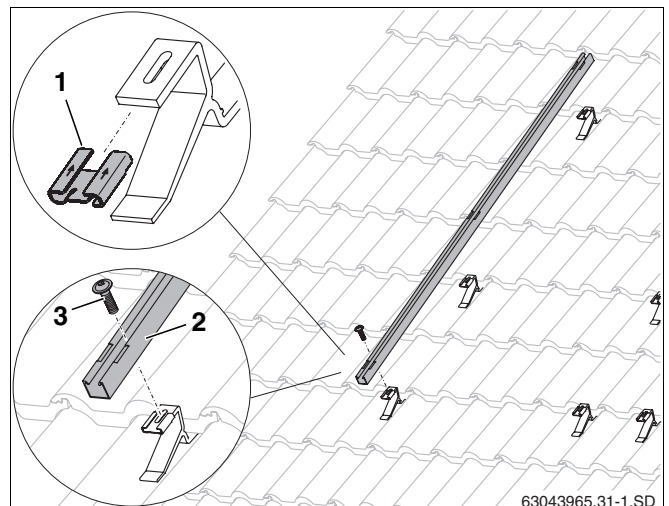

Fig. 29 Fixação do perfil para carga de neve
- ▶ Deslocar a porca móvel (fig. 29, **item 1**) no sentido da seta sobre o gancho para telhados.
- ▶ Colocar o perfil de carga de neve (fig. 29, **item 2**) no gancho para telhados e apertar com o parafuso M8 (fig. 29, **item 3**).